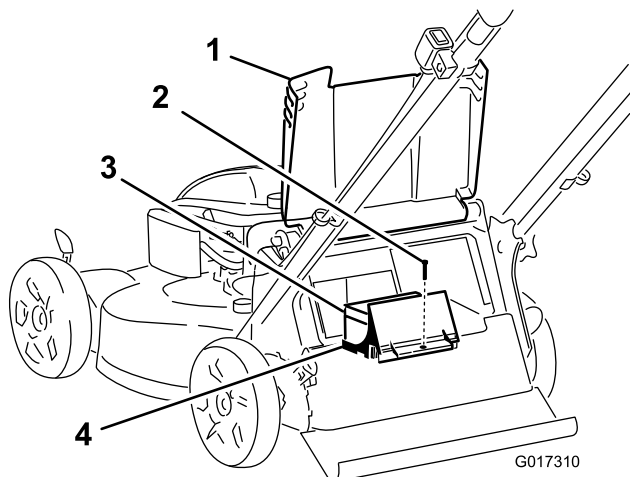

Figura 26
1. Eleve el deflector trasero y localice el compartimento de la batería (Figura 26).